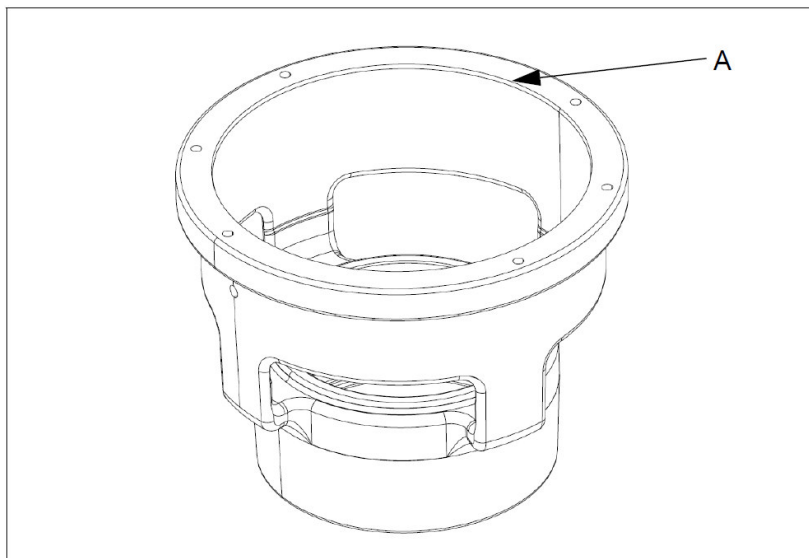

Рис. 13:
3. Проверьте поверхность подшипника (А, рис. 13) на наличие чрезмерного износа или трещин от напряжения в алюминиевой отливке.